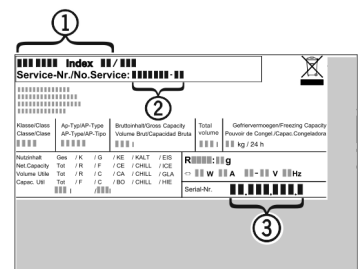

Fig. 35
- ▶ Denominación del aparato Fig. 35 (1), nº del servicio técnico Fig. 35 (2) y nº de serie Fig. 35 (3) en la placa de identificación. La placa de identificación se encuentra en la parte interior izquierda del aparato.
- ▶ Informe al servicio postventa e indique el fallo, la denominación del aparato Fig. 35 (1), el nº del servicio técnico Fig. 35 (2) y el nº de serie Fig. 35 (3).